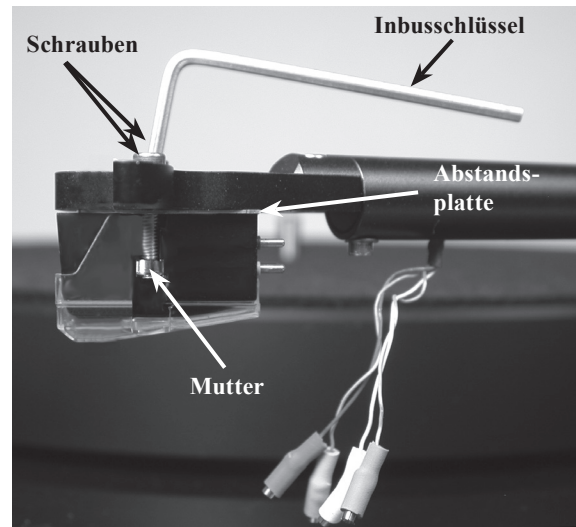

Abbildung 19
4. Richten Sie den Tonabnehmer seitenparallel (Vorderseite sowie linke und rechte Seite) an der Headshell aus und befestigen den Tonabnehmer mit Hilfe der mitgelieferten Schrauben und Muttern unter Verwendung des entsprechenden Werkzeugs. Siehe Abbildung 19.